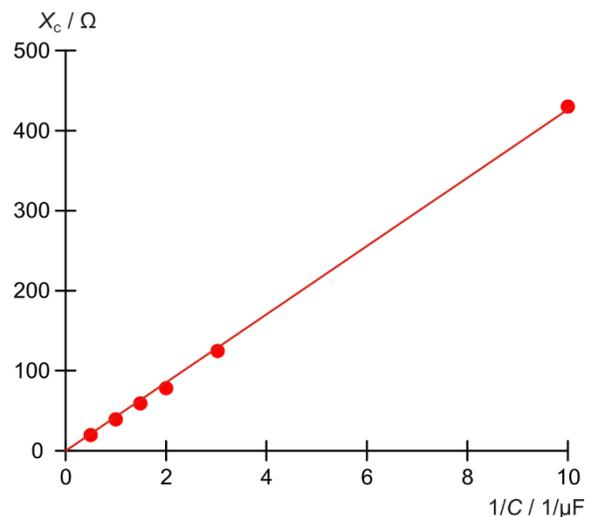
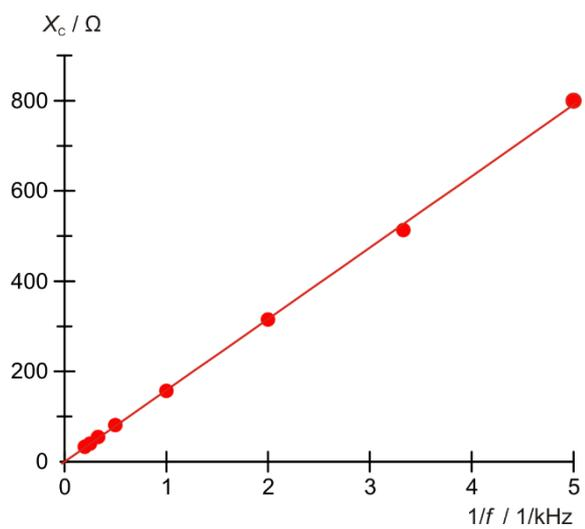

Fig. 4: Réactance capacitive X_C comme fonction de la valeur inverse de la capacité C .
Fig. 5: Réactance capacitive X_c comme fonction de la valeur inverse de la fréquence f .
- Appliquer les résistances capacitives X_C contre les valeurs inversée de la capacité (Tab. 1, Fig. 4) et la fréquence (Tab. 2, Fig. 5).